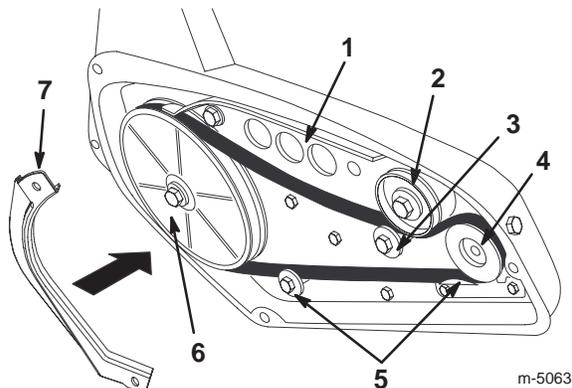

Figure 21
6. Retirez la courroie de transmission usagée de la poulie motrice et de la poulie folle (Fig. 21).
7. Appuyez sur la poulie de tension et enlevez la courroie d'entraînement usagée de la poulie de turbine (Fig. 21).
8. Appuyez sur la poulie de tension et acheminez la courroie de transmission neuve autour de la poulie de turbine (Fig. 21).
9. Relâchez la poulie de tension et acheminez la courroie d'entraînement sur les deux guide-courroie, autour de la poulie motrice et entre la poulie de tension et le galet (Fig. 21).
**Important** La courroie d'entraînement doit passer en haut du galet et des deux guide-courroie, comme indiqué à la Figure 21.